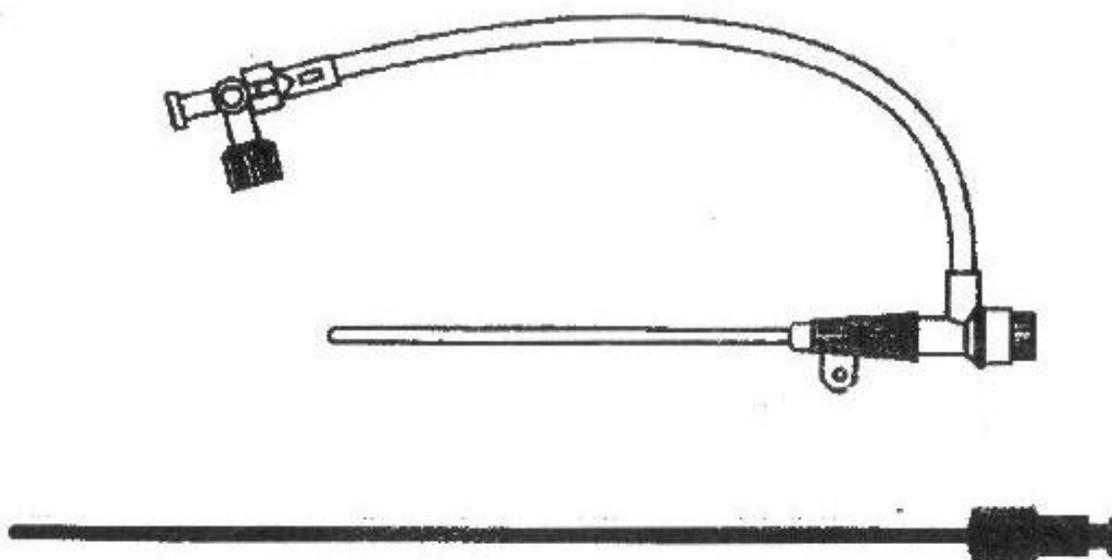

Рисунок 2
- 6 French шлюз ввода / расширитель длина 11 см / 23 см (рис. 2)